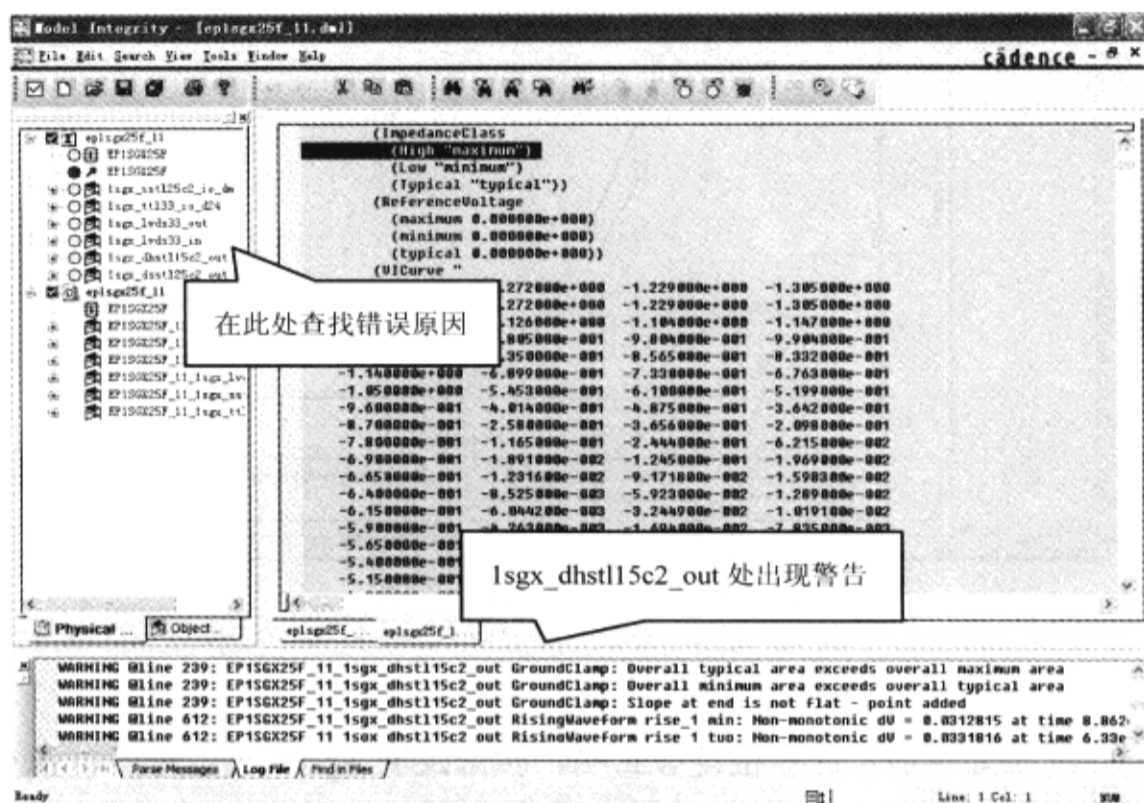

图 2-4-19 警告信息
(1) 在工具栏单击按钮 ，输出窗口提示 12 个警告和 0 个错误。在输出窗口滚动查看警告信息“WARNING @line 239: EP1SGX25F\_11\_lsgx\_dhstl15c2\_out GroundClamp: Overall typical area exceeds overall maximum area”。
(2) 在输出窗口双击警告信息，在编辑窗口顶部会高亮显示第 239 行，如图 2-4-19 所示。